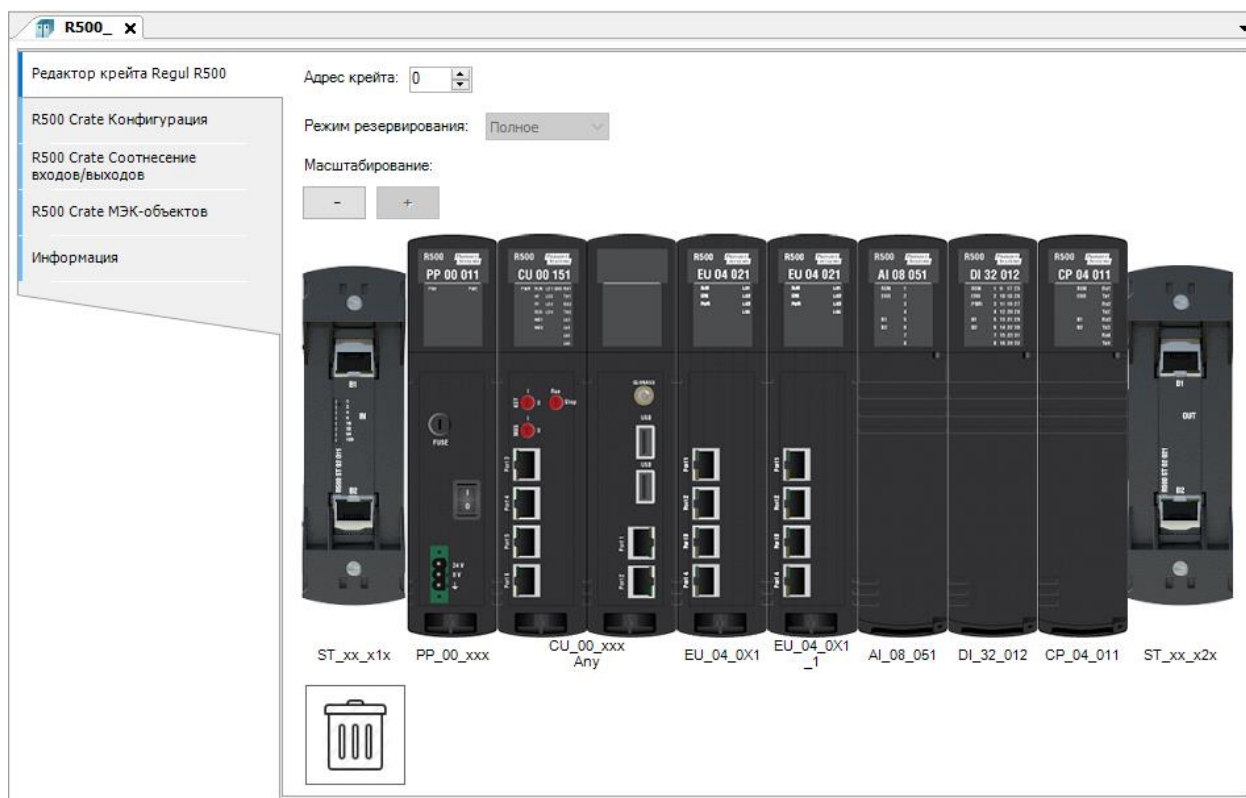

Рисунок 68 – Редактор крейта контроллера Regul R500 с блоком расширения EU
- для модулей ЦП III-го типа можно установить блоки расширения EU, чтобы организовать четыре дополнительных независимых каналов связи по интерфейсу Ethernet. Блоки расширения устанавливаются справа от модуля ЦП и не более двух штук на один ЦП (Рисунок 68).